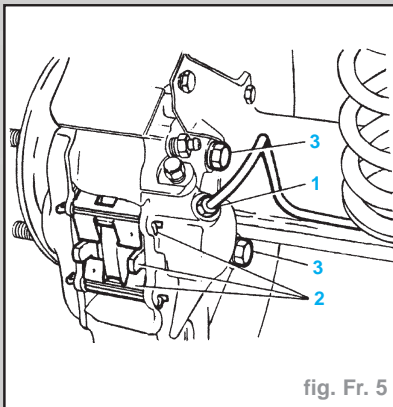

fig. Fr. 5
- Déposer le ou les tuyau(x) de freins (1) au niveau du ou des étriers de frein arrière (Fig. Fr. 5).